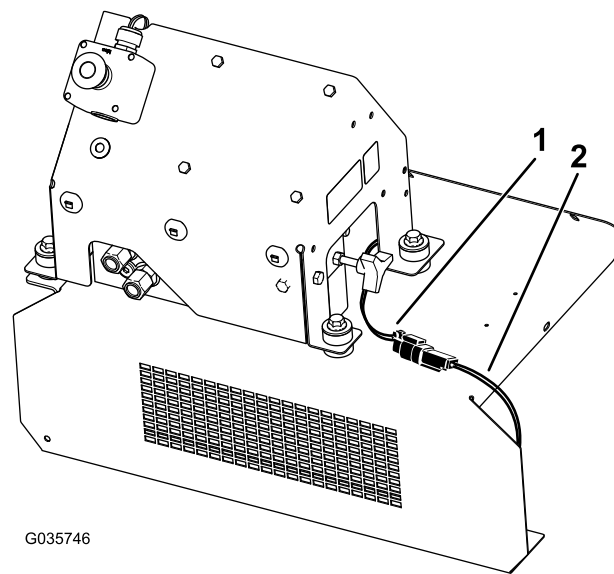

Figura 15
17. Ligue o conector de alimentação à cablagem intermédia (Figura 15).